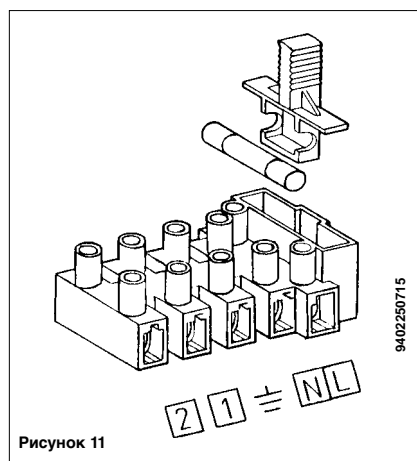

Рисунок 11
- Выполнить вышеописанные операции, чтобы иметь доступ к клеммному щитку питания (см. рис. 11).
- Снять перемычку с клемм (1) и (2).